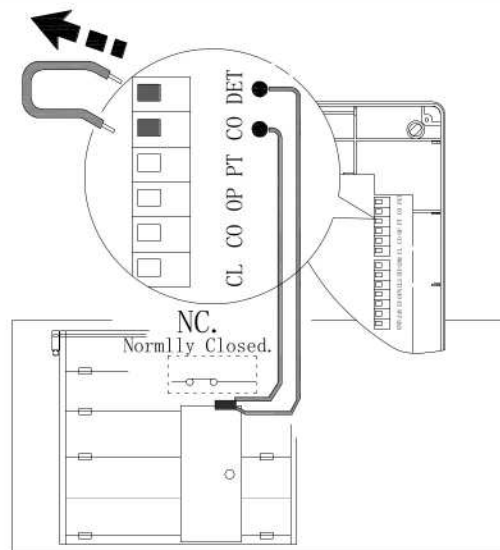

Fig.5
- Sensor de Apertura de Puerta Peatonal (Opcional):** Este Tipo de Sensor deberá Tener un Contacto Normalmente Cerrado, en caso de No Utilizar este Tipo de Sensor, Colocar un Punte entre “DET” y “CO” para que el Operador Industrial Funcione. (Fig.5)